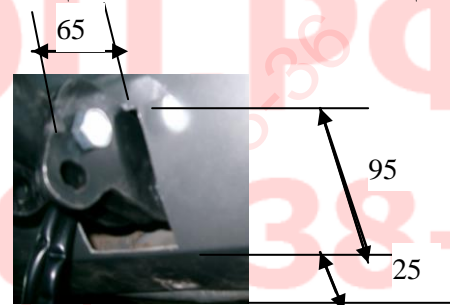

Рис.2. Вырез в бампере.
- 4.4 Сделать в бампере вырез (95 мм глубиной, 65 мм шириной). См. рис.2. Установить снятые детали (кроме буферного бруса) на место.